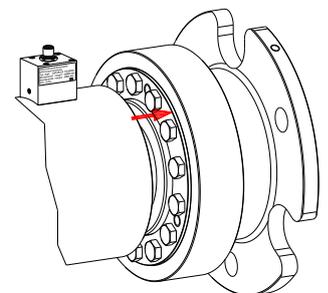

Bild 18: optische Kontrolle
- Ziehen Sie die Spannschrauben gleichmäßig stufenweise in mehreren Umläufen solange der Reihe nach an, bis die vorderen, schraubkopfseitigen Stirnflächen des Außen- und Innenringes fluchten. Das korrekte Ver-spannen von Außen- und Innenring kann somit optisch überprüft werden (siehe Bild 18 und 19). Beim Anziehen der Spannschrauben darf das max. angegebene Anziehdrehmoment (siehe Tabelle 8) nicht überschritten werden.